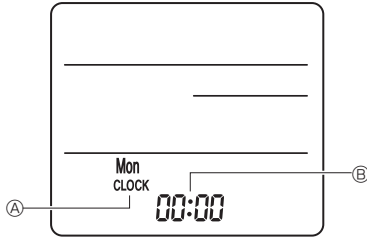

Fig. 6-8
3) การตั้งค่า (การตั้งนาฬิกา) (Fig. 6-8)